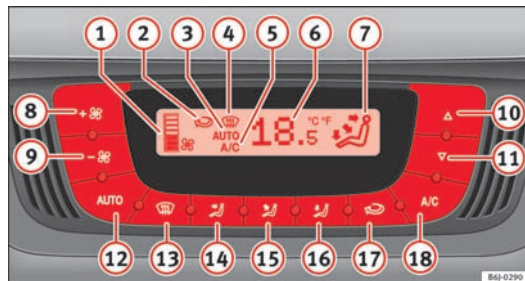

Fig. 96 I instrumentpanelet: betjeningsselementer til Climatronic
- Tryk på knapperne 10 og 11 ⇒ Fig. 96 for at indstille temperaturen.
- Tryk på knappen **AUTO**. Visningen $\Rightarrow$ Fig. 96 **3** kommer frem.
- Tryk på knapperne **10** og **11** $\Rightarrow$ Fig. 96 for at indstille den ønskede kabinetemperatur. Vi anbefaler, at du indstiller temperaturen på 22° C (72° F).
- Tryk på en af knapperne $\Rightarrow$ Fig. 96 **14** til **16**, eller tryk på blæserkontakterne **8** og **9**. Visningen **3** forsvinder.
Blæseren kan indstilles med knapperne **8** og **9** $\Rightarrow$ Fig. 96. Hvis blæseren er afbrudt (der vises ikke noget blæsertrin **1** i displayet), og du trykker på knappen **9** igen inden for 1 sek., afbrydes Climatronic.
- Tryk på knappen  for at aktivere eller deaktivere recirkulationsfunktionen. Recirkulationsfunktionen er aktiveret, når symbolet  ⇒ Fig. 96 vises i displayet.